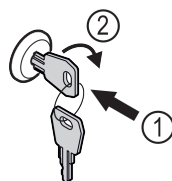

Fig. 158
- ▶ Włożyć kluczyk. Fig. 158 (1)
- ▶ Przekręcić kluczyk o 90° w prawo. Fig. 158 (2)